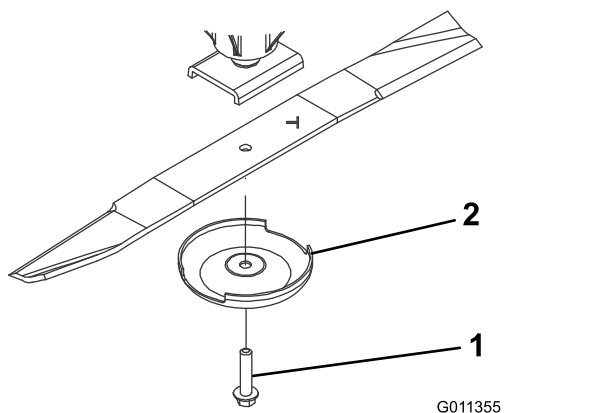

Figura 97
3. Retire o parafuso da lâmina, o recipiente antidanos e lâmina do eixo (**Figura 97**).